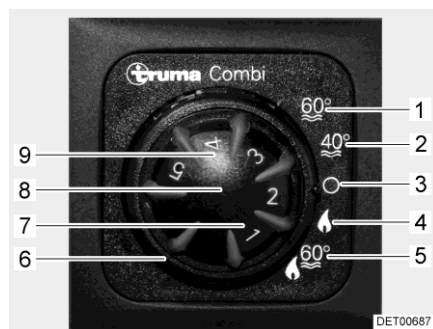

Bild 52 Bedieneinheit
- Betriebsart mit dem Drehschalter (Bild 52,6) einstellen.
Bei Winterbetrieb "Heizung und Warmwasser-Bereitung" (Bild 52,5) wird beim Einschalten der Heizung automatisch auch das Brauchwasser erhitzt. Wenn die Heizung bei Erreichen der gewünschten Raumtemperatur abschaltet, wird das Brauchwasser weiter erhitzt, bis die Wassertemperatur erreicht ist.
Die Heizung kann in der Betriebsart "nur Heizung" (Bild 52,4) mit leerem Brauchwasser-Behälter betrieben werden.
- Temperaturdrehknopf (Bild 52,8) an der Bedieneinheit auf gewünschte Heizstufe stellen.
- Drehschalter (Bild 52,6) auf Winterbetrieb "nur Heizung" (Bild 52,4) oder auf Winterbetrieb "Heizung und Warmwasser-Bereitung" (Bild 52,5) stellen.
Grüne Kontroll-Leuchte (Bild 52,7) leuchtet.
- Drehschalter (Bild 52,6) auf "O" (Bild 52,3) stellen.
- An der Bedieneinheit (Bild 52) Drehschalter (Bild 52,6) auf "Sommerbetrieb" (Bild 52,1 oder 2) stellen.
Die gelbe Kontroll-Leuchte (Bild 52,9) leuchtet während der Aufheizphase. Bei Erreichen der eingestellten Wassertemperatur ist die Aufheizphase beendet und die gelbe Kontroll-Leuchte erlischt.
Bei Störung leuchtet die Kontroll-Leuchte (Bild 52,9) an der Bedieneinheit rot (siehe Abschnitt 15.5).
- An der Bedieneinheit (Bild 52) Drehschalter (Bild 52,6) auf "O" stellen.